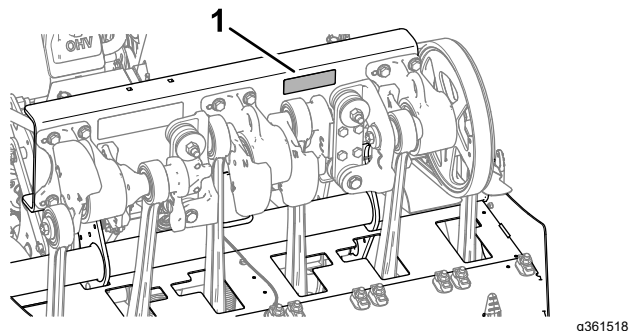

图 182
- 检查打孔头紧固件、分叉手柄紧固件和车轮螺母确保它们保持适当的扭矩。紧固件扭矩规定载于打孔头支撑槽的螺栓扭矩标贴上 图 182。